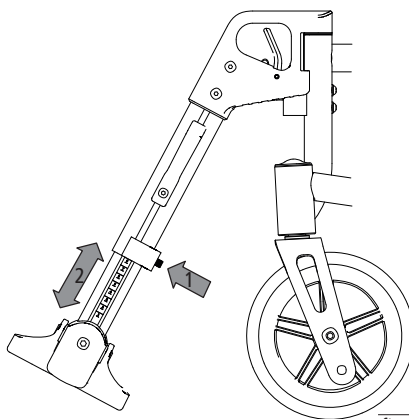

fig. 6
1. Til indstilling løsnes skruen bag på benstøtten (1, fig. 6), indtil den underste del af benstøtten kan eleveres.
2. Anbring fodpladen i en position, du synes er behagelig (2, fig. 6), og fastgør skruen. For at opnå en ens højdeindstilling på begge sider, er der anbragt højdemarkeringer på ydersiden for bedre at kunne orientere sig.